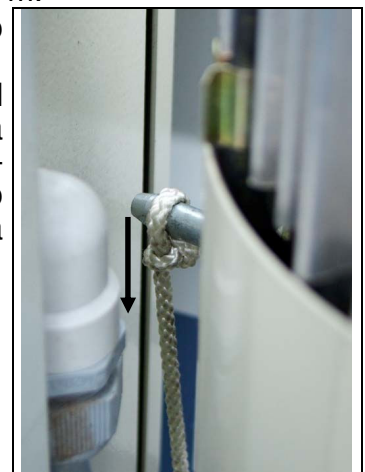

Fig. 41 Fune di trazione per la prova blocco paracadute
- Con una fune di trazione a partire dal suolo (al di fuori dell'area di pericolo) alzare il freno motore tirando a piccoli strappi la leva di sblocco del freno (si veda la Fig. 41). – La piattaforma di carico scende.